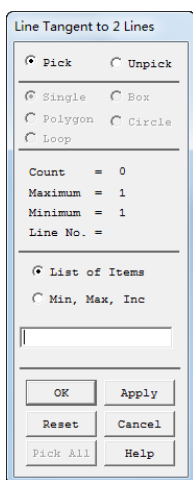
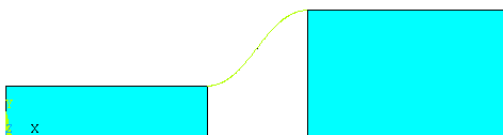

图 5-44 拾取对话框
图 5-45 连接入口和出口的曲线
②在“Create Rectangle by Dimensions”对话框中，依次输入 $X1=0$ 、 $X2=4$ 和 $Y1=0$ 、 $Y2=1$ 。
③单击“Apply”按钮，继续建立出口处矩形面模型。在“Create Rectangle by Dimensions”对话框中，依次输入 $X1=6$ 、 $X2=10$ 和 $Y1=0$ 、 $Y2=2.5$ 。
④单击“OK”按钮，关闭“Create Rectangle by Dimensions”对话框。单击“SAVE_DB”保存。
⑤建立过渡面模型：依次选择 Main Menu→Preprocessor→Modeling→Create→Lines→Lines→Tan to 2 Lines，弹出“拾取”对话框，如图 5-44 所示。
⑥拾取入口矩形（左边）的上边界，单击“OK”按钮。拾取入口矩形（左边）的上边界的右端点，单击“OK”按钮。
⑦拾取出口矩形（右边）的上边界，单击“OK”按钮。拾取出口矩形（右边）的上边界的左端点，单击“OK”按钮，会生成一条光滑连接入口和出口的曲线，如图 5-45 所示。单击“OK”按钮，退出拾取对话框。